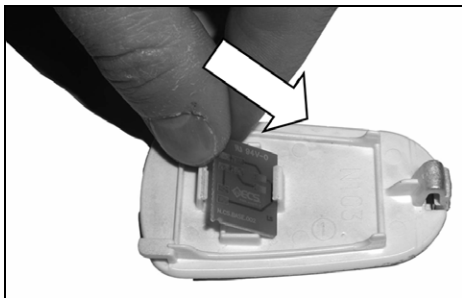
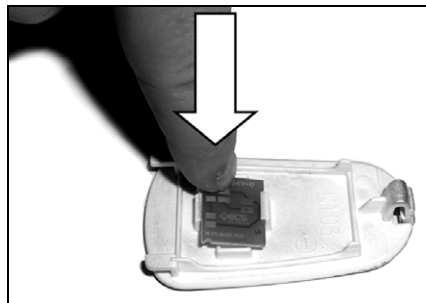

Fig. 35
Fig. 36
- Introduire la partie arrière de la carte électronique de base (Fig. 35) au dos de la plaque de protection "N-Com", puis pousser la carte de base dans son logement jusqu'à ce que les crans d'étanchéité s'enclenchent (Fig. 36).